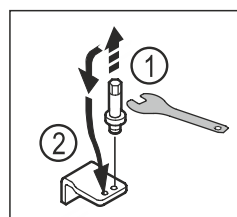

Fig. 21
- ▶ Čap dolnej ložiskovej kontroly vyskrutkujte vonkajším kľúčom na šesťhrannú maticu SW5. Fig. 21 (1)
- ▶ Nasadte čap na opačnú stranu. Fig. 21 (2)